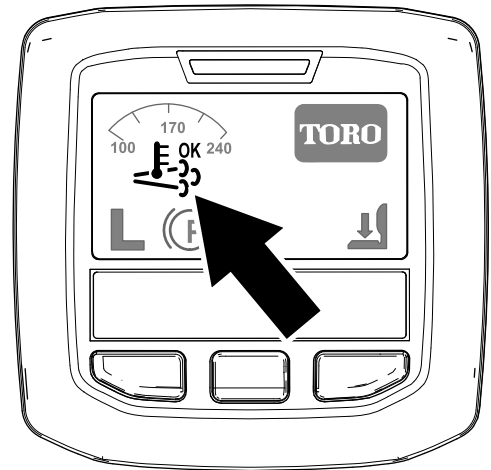

図 29
- インフォセンターに、アシスト/リセット再生アイコンが表示されます 図 29。